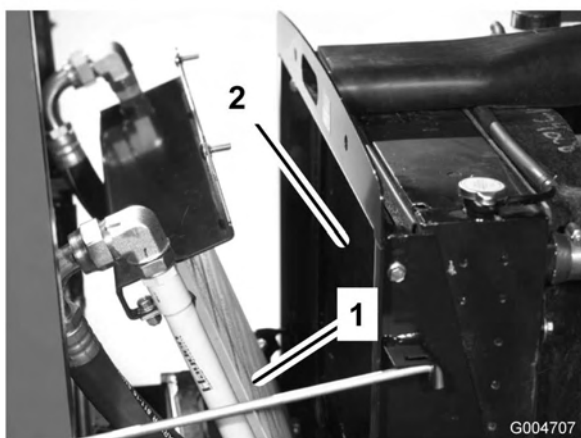

Figura 62
3. Incline o refrigerador de óleo para trás. Limpe ambos os lados do refrigerador do óleo e a zona do radiador (Figura 62) com ar comprimido.